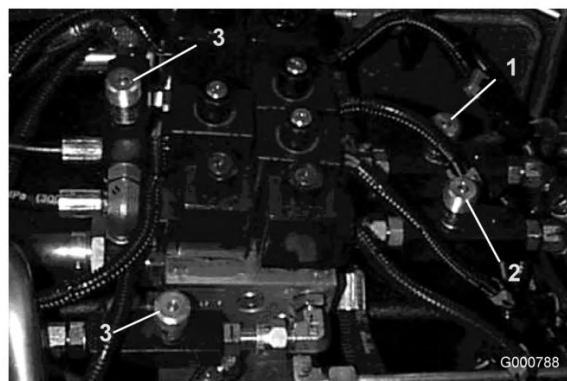

図 88
1. 調整バルブは運転席の下にある（図 88）。
9. 調整バルブは運転席の下にある (図 88)。